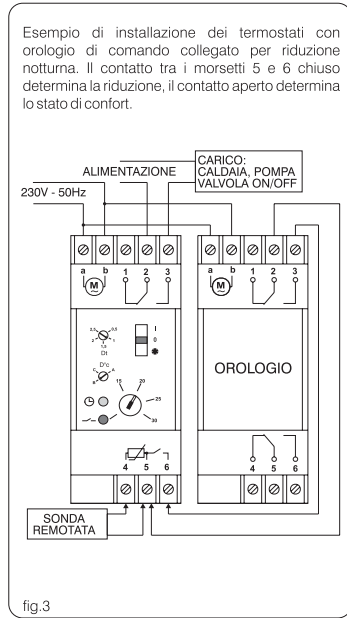

fig.3
- Eseguire il collegamento elettrico al termostato, morsetti 4 e 5 (fig. 3).
Per ottenere una riduzione di temperatura è necessario collegare il termostato come indicato in fig.3. Il contatto da collegare all'orologio o altro dispositivo di comando, deve essere libero da potenziale.